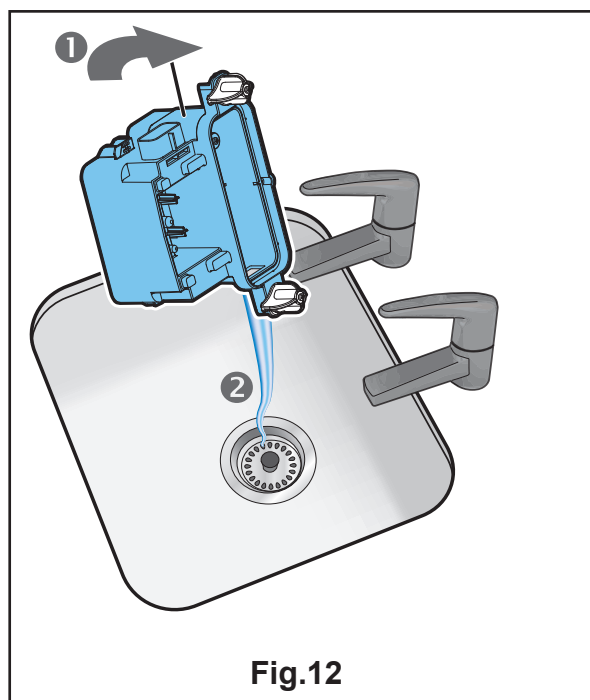

Fig.12
8. Kantel voorzichtig zoals afgebeeld, zodat de vloeistof uit de opvangbak wordt afgetapt. (Zie Afb.12)